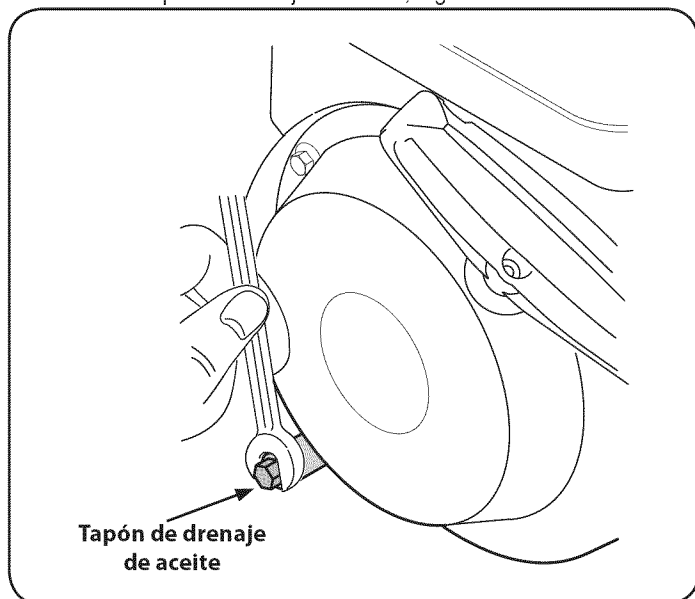

Figura 11
3. Retire el tapón de drenaje de aceite, Figura 11.